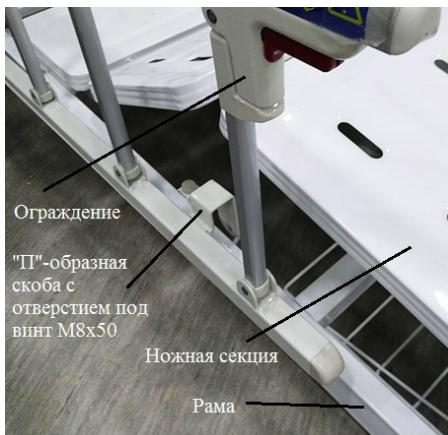

Рис.7 Установка ограждения
- 7.2.11. Охватите «П»-образными скобами в нижней части ограждения раму кровати, и, надев шайбу на винт M8x50, пропустите винт сквозь отверстия в скобе и затяните скобу гайкой (см. Рис. 7).